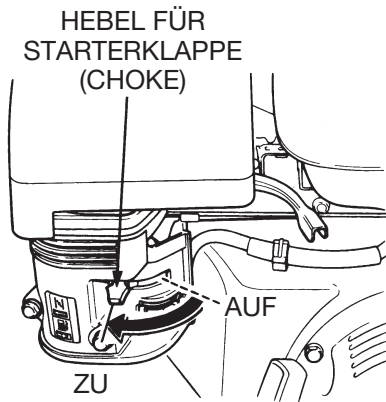

Abb. 19. Hebel für Starterklappe (Choke)
- Den **Starterklappenhebel** (Abb. 19) auf "**CLOSED**" (ZU) stellen.
- Wenn der Motor anläuft, den Starterklappenhebel (Abb. 19) langsam auf "**OPEN**" (AUF) zurückstellen. Startet der Motor nicht, Schritte 1 bis 7 wiederholen.